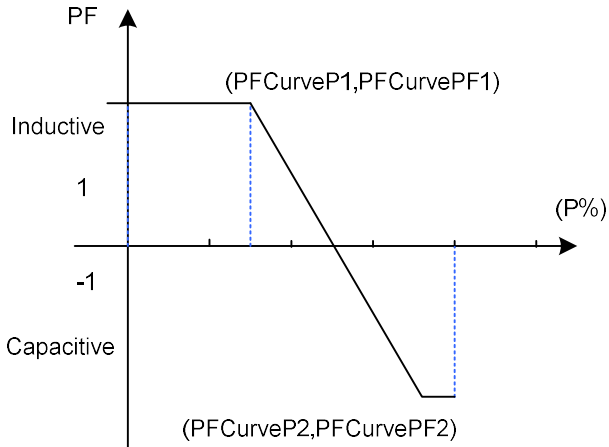

Figura 6-31 Modo de curva FP(P)
- Curva PF(P): Modo de curva FP. Nota: O fator de potência muda de acordo com a mudança de potência, conforme mostrado na Figura 6-31.
Nota: A compensação reativa muda de acordo com a mudança de tensão da rede, conforme mostrado na Figura 6-31.